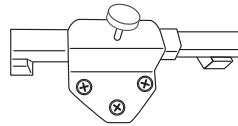

Рис. 4
- Установите вентилятор и зафиксируйте его барашковым винтом, как показано на (рис.4).